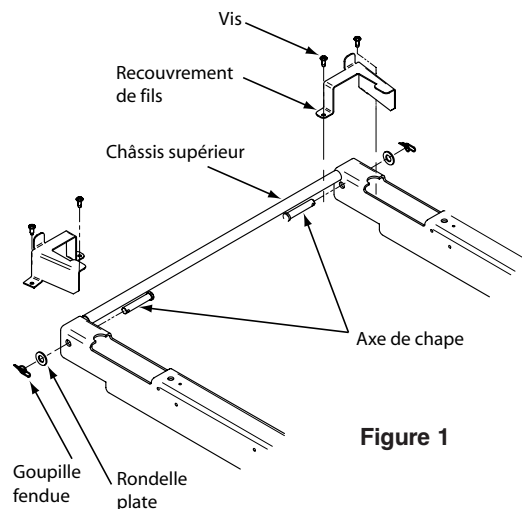

Figure 1
4. À l'aide du tournevis Phillips, retirez les deux vis maintenant le capot de fils au châssis de tête (Figure 1).